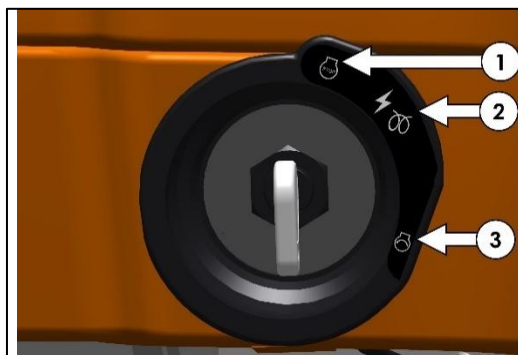

Fig. 123 : CONTACTEUR DE DÉMARRAGE À CLÉ
- Lorsque le moteur est en marche, la clé doit être en position 3 (Fig. 123).
- Lorsque le moteur est en marche, la clé doit être en position 2 (Fig. 123).
- Avant de quitter le tracteur, vérifier que la clé est en position 1 (Fig. 123) afin que le système électrique soit coupé.